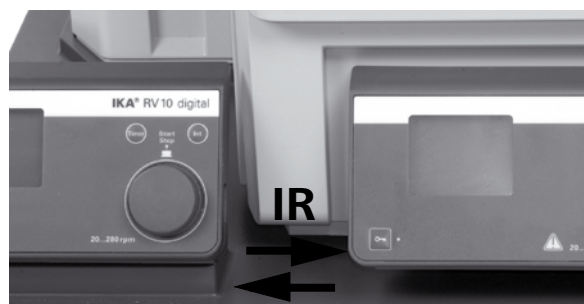

Fig. 15
El baño calefactor transfiere datos a través de interfaces de infrarrojos (IR), las cuales se encuentran en el lado izquierdo de la pantalla del baño calefactor o en el lado derecho de la unidad de accionamiento. No coloque ningún objeto entre las dos unidades de mando, pues esto puede afectar negativamente a la transferencia de datos (fig. 15)!